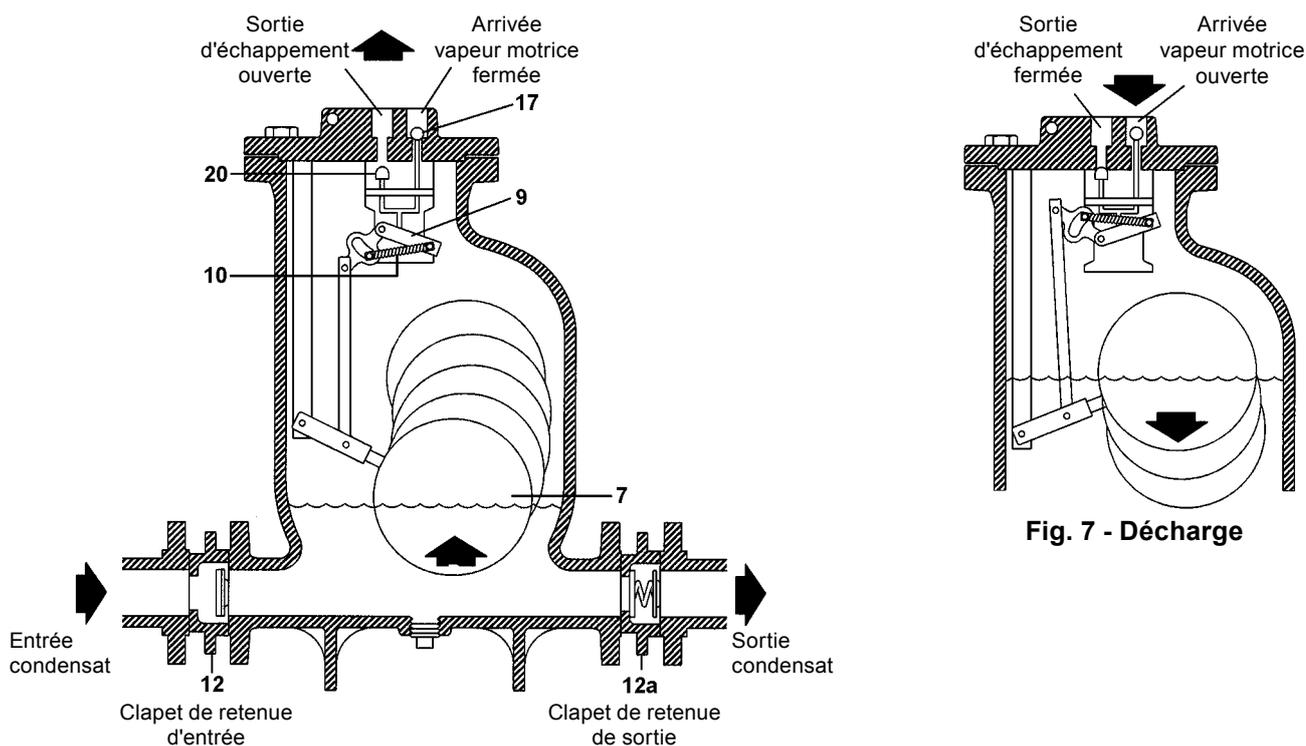

Fig. 6 - Remplissage
1. A la mise en service, avant le démarrage, le flotteur (7) est en position basse, la soupape d'admission vapeur (17) fermée et la soupape d'échappement (20) ouverte. (Fig. 6).
2. Le liquide s'écoule par gravité à travers le clapet d'admission (12) dans le corps de la pompe, le flotteur (7) flotte et s'élève.